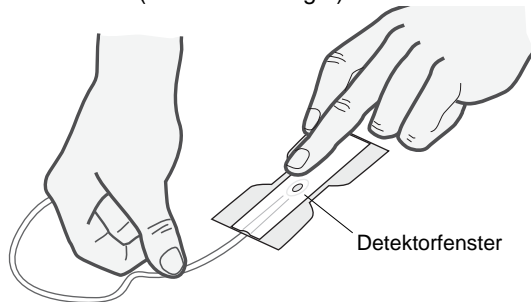

Abbildung 7
- Richten Sie den Sensor so aus, dass der Finger zuerst an der Detektorseite des Sensors befestigt werden kann (siehe Abbildung 7).